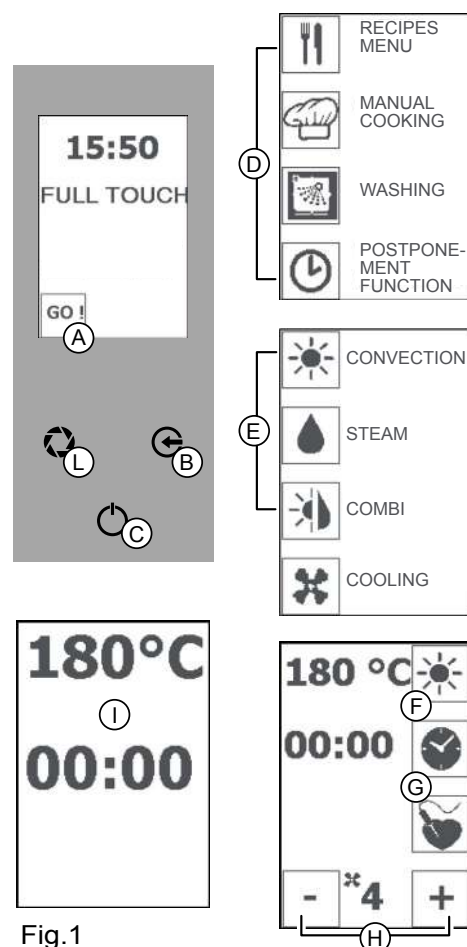

Fig.1
**Después de 3 minutos de inactividad, en la pantalla aparecen la temperatura y el tiempo de cocción (Fig 1/I). Pulse la tecla "ENTRAR" para volver a la pantalla de los parámetros configurados**
**Función "PAUSA": pulse la tecla "ENTRAR" (Fig 1/C) para interrumpir la función en curso y vuelva a pulsar la tecla "ENTRAR" (Fig 1/C) para reanudar la cocción**
Pulse la tecla "ENTRAR" (Fig 1/C) para interrumpir la cocción.
Pulse varias veces la tecla "ESC" (Fig 1/B) para volver a la pantalla inicial.
Pulse el icono "GO!" para activar el menú principal (Fig 1/A).
Pulse el icono "COCCIÓN MANUAL" (Fig 1/D) y seleccione la cocción: CONVECCIÓN (Fig 1/E).
Pulse la tecla "TEMPERATURA" (Fig 1/F) y con las teclas "MENOS" y "MÁS" configure la temperatura entre 25° y 40°.
Pulse la tecla "TIEMPO" (Fig 4/G) y con las teclas "MENOS", "MÁS" (Fig 1/H) configure el tiempo entre infinito, 1 minuto y 09:00 horas/minutos.
Pulse la tecla "ENTRAR" (Fig 1/C) para interrumpir el proceso.
Pulse más veces la tecla "ESC" (Fig 1/B) para volver a la pantalla inicial.
Función "PAUSA": pulse la tecla "ENTRAR" (Fig 1/C) para interrumpir la función en curso y vuelva a pulsar la tecla "ENTRAR" (Fig 1/C) para reanudar la cocción